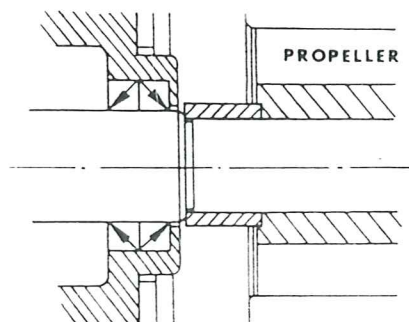
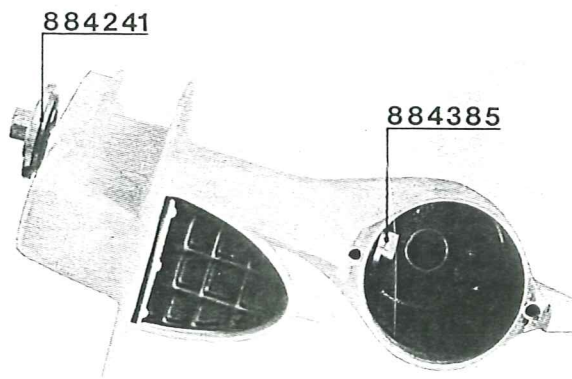

Fig. 33
Fig. 34
1. Smörj in och fyll fullt med fett mellan de båda tätningringarna (32) samt pressa in dem i propellerlagerhuset med hjälp av verktygen 884283 och 9991801. Obs! Tätningringarna skall vändas så att de tätar dels mot oljan i växelhuset och dels mot vatten. Se fig. 33.
2. Montera nållagret (12) för propelleraxeln. Den sida på lagret där lagerbeteckningen är instansad skall vändas akterut. Använd verktygen 884283 samt 9991801.
3. Drag in rulllagrets ytterring (6) för den vertikala drivaxeln (8). Använd verktyg 884241 och 884385. Obs! Den öppna sidan nedåt med de 27 nålarna monterade. Stryk in nålarna med fett. Se fig. 34.